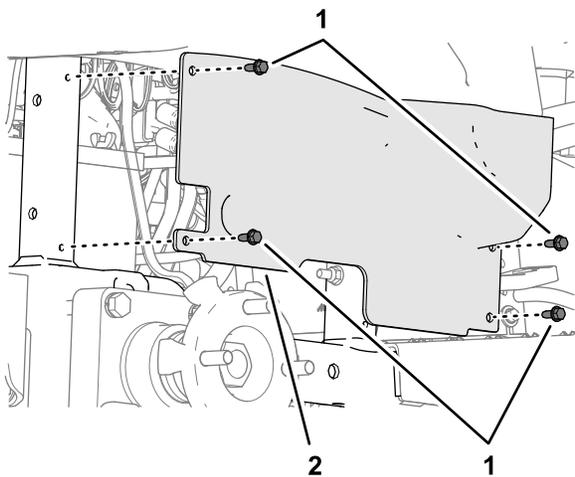

Bild 30
- Entfernen Sie die beiden Bundkopfschrauben (1/4" x 5/8"), mit denen die Radkastenverkleidung am Rahmen der Maschine befestigt ist (Bild 30).
- Richten Sie die Löcher in der Radkastenabdeckung mit den Löchern im Rahmen der Maschine (Bild 30) aus und befestigen Sie die Abdeckung am Rahmen mit 4 Bundkopfschrauben (1/4" x 5/8"), die Sie im Schritt 3 entfernt haben.